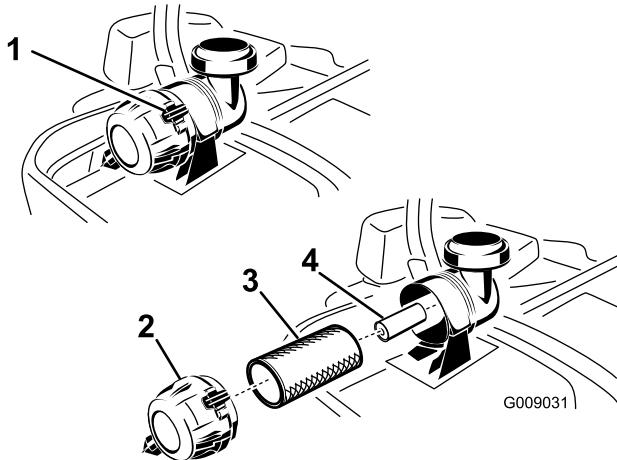

Figura 36
3. Presione hacia abajo para abrir los enganches del limpiador de aire y tire de la tapa del limpiador de aire para separarla de la carcasa del limpiador de aire (Figura 36).
5. Extraiga con cuidado el filtro primario del cuerpo del limpiador de aire (Figura 36). Evite golpear el filtro contra el lado de la carcasa.
1. No limpie el filtro de papel, cámbielo (Figura 36).
2. Si va a cambiar el filtro secundario, deslícelo cuidadosamente en el cuerpo del filtro (Figura 36).
3. Deslice cuidadosamente el filtro primario por encima del filtro secundario (Figura 36). Asegúrese de que está bien asentado empujando sobre el borde exterior del filtro mientras lo instala.
- Instale la tapa del limpiador de aire y gírela hasta que los enganches la bloqueen en su sitio (Figura 36).